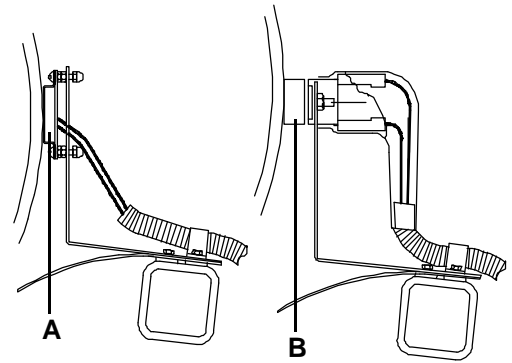

fig. 39
- Check that the temperature probe and the thermostat/s are in contact with the cylinder (fig. 39/A-B).
- Comprobar que la sonda de temperatura y el/los termostato/s están en contacto con el cilindro (fig.39/A/B).
- S'assurer que la sonde de température et le/s thermostat/s soient en contact avec le cylindre (fig. 39/A-B).